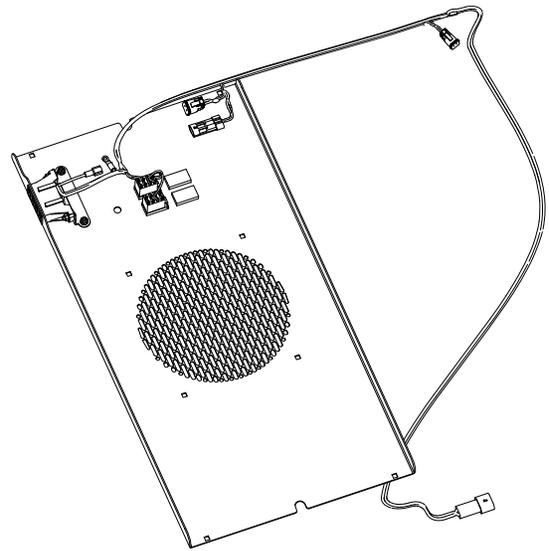

Figura 6
- Allineate il cablaggio preassemblato al pannello interruttori (Figura 6).